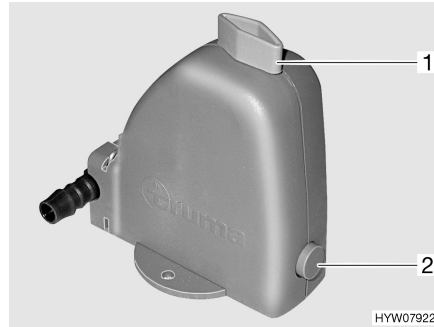

Bild 68 Säkerhets-/avtappningsventil
- Säkerhets-/avtappningsventilen (Bild 68) stängs. Ställ vredet (Bild 68,1) diagonalt mot säkerhets-/avtappningsventilen och tryck in tryckknappen (Bild 68,2).